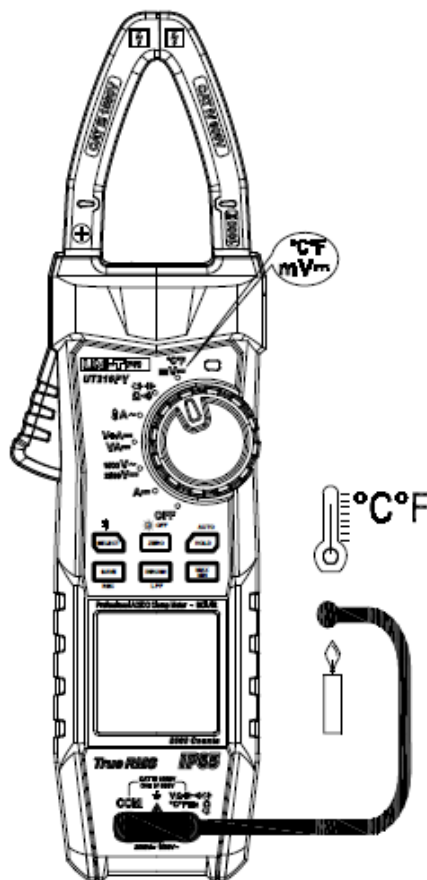

Figura 12
9. Misurazione della temperatura (Figura 12)